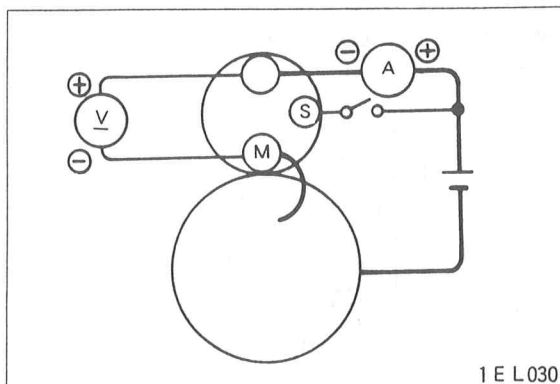

図3 接点間の電圧降下テスト
- B-M接点間の電圧降下を測定するときは、図3のような結線で行う。100 A 当り 0.3 V 以上あるときは、エンジン抵抗が大きくなった場合、たとえば、厳寒時などには始動不良を招くことがある。このようなときは、スイッチアセンブリを交換する。